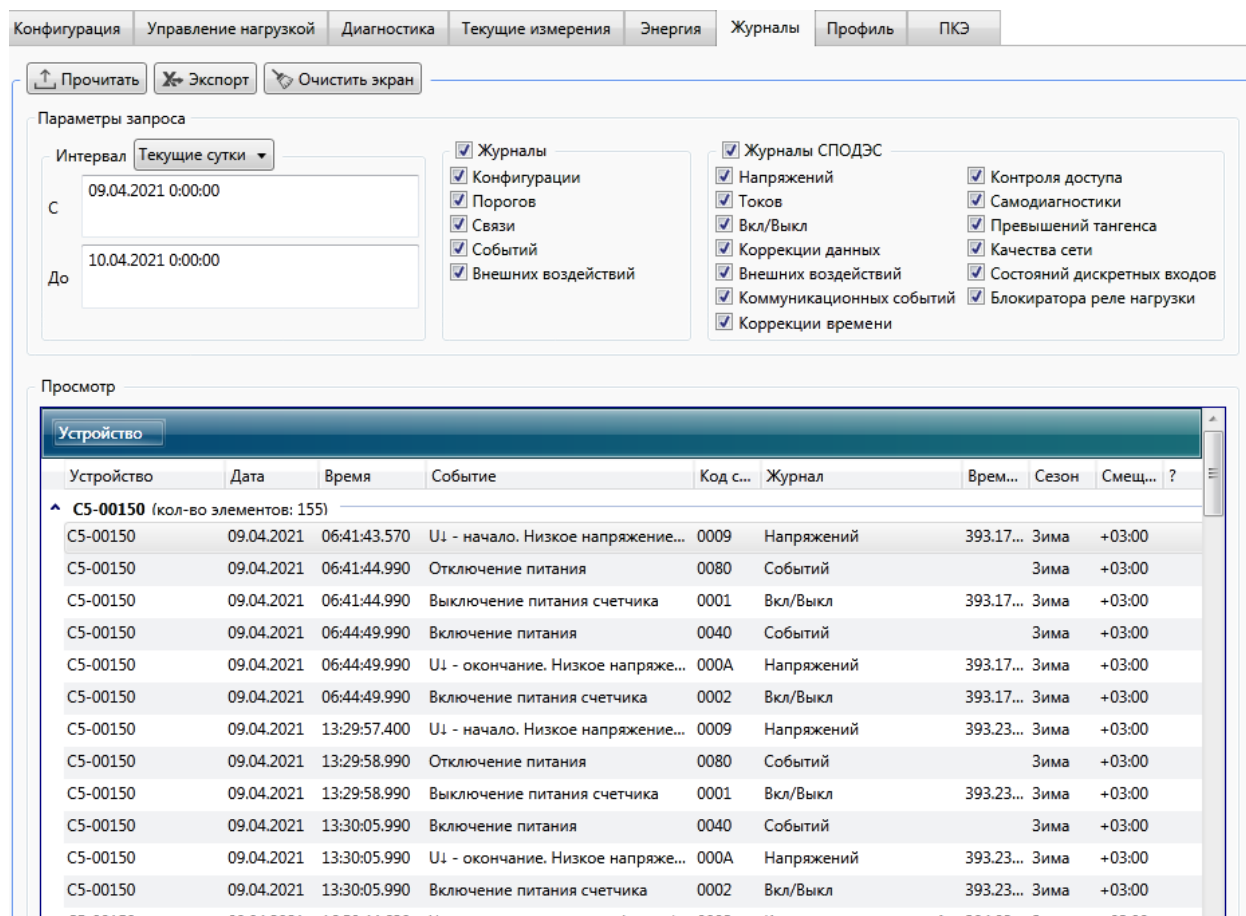

Рисунок 9.46 – Запрос журналов событий
9.6.5.1 Для просмотра журнала событий счетчика необходимо перейти на вкладку *Журналы* области параметров (рисунок 9.46).